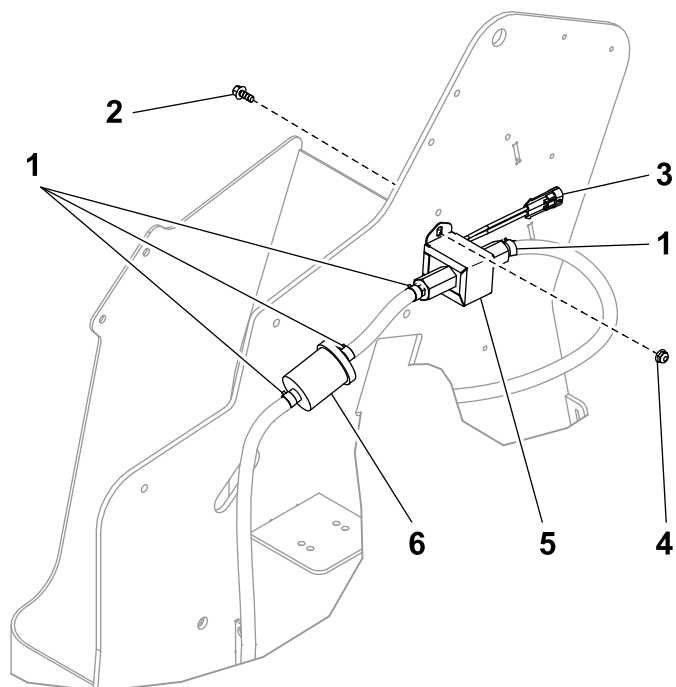

Figura 20
Folosii Figura 1, Figura 19 i Figura 20 pentru această procedură.
5. Instalezi noua pompă de combustibil cu 2 uruburi ($\frac{1}{4} \times \frac{5}{8}$ ") i 2 contrapiuliie ($\frac{1}{4}$ ") aa cum se arată în Figura 20.